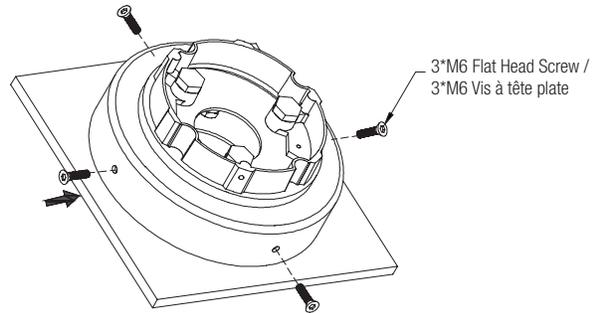

Figure 16
4. Align the screw holes of each upper and lower cap and tighten it with 3 screws. Fig 16
4. Aligner les trous de vis de chaque capuchon supérieur et inférieur et serrer avec 3 vis. Fig 16